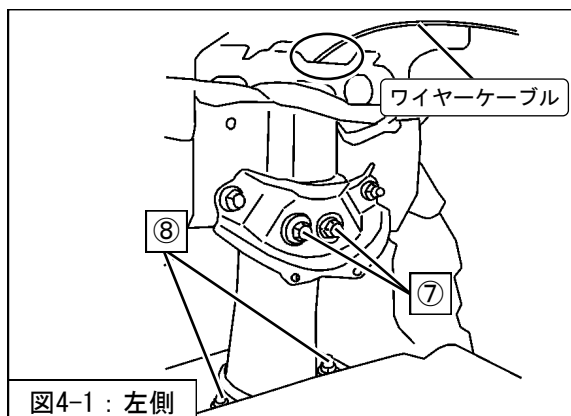

図4-1：左側
- 2. P 14「減衰力調整方法」を参考に、ワイヤーケーブル（同梱品）をリアサスペンションASSYシャフト先端に取付け、トランクルーム内まで通してください。（図4-1）
⑧アッパーマウント取付ナット（締付トルク：46.1～62.8N・m）を車両に取付けてください。（図4-1）
- 4. ⑦ブラケット取付ボルト（締付トルク：37.2～51.9N・m）を取付けてください。（図4-1）